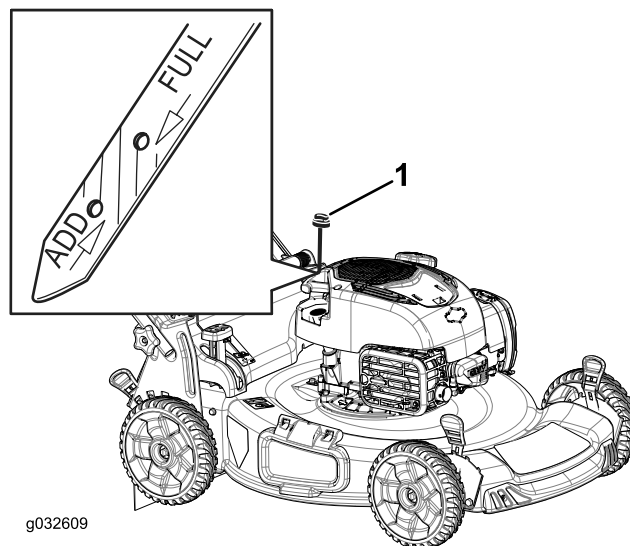

Figura 33
3. Retire la varilla (Figura 33).
10. Observe el nivel de aceite en la varilla (Figura 33).